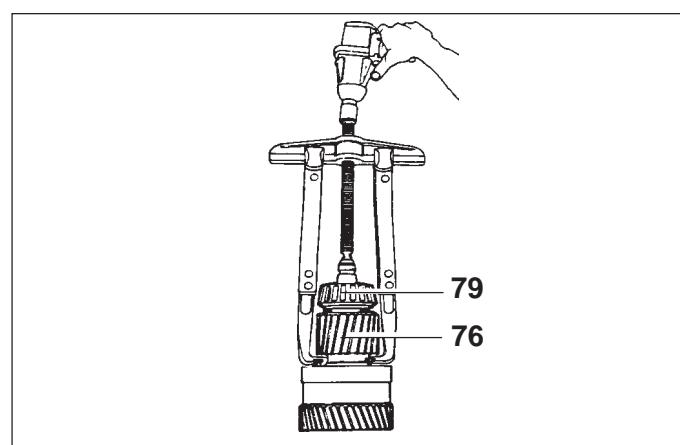
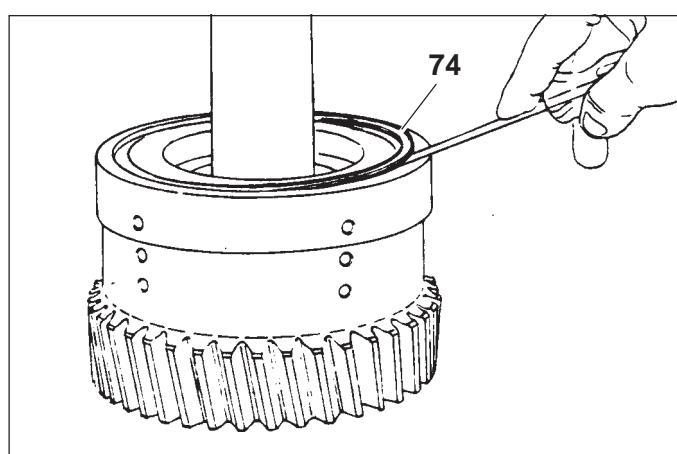

Fig. 18
Fig. 19
- 1) Togliere dalla loro sede i segmenti (81) che in fase di rimontaggio dovranno essere sostituiti con elementi nuovi.
- 2) Impegnare l'estrattore a griffe per esterno sull'estremità della dentatura (lato campane frizione), estrarre l'ingranaggio (76) e con esso il cuscinetto (79), la ralla (78) e il cuscinetto assiale (85-86 Fig. 18).
- 3) Sfilare dall'albero (48) i cuscinetti (83) e il distanziale (77).
- 4) Estrarre il cuscinetto (85), (86) e (87).
- 5) Con un cacciavite disimpegnare dalla cava l'anello di sicurezza (74 Fig.19).
- 1) Remove piston rings (81) from shaft, use new ones during re-assembly.
- 2) Remove clutch hub pinion gear (76), taper roller bearing (79) thrust washer (78) and axial bearing (85-86) by use of a suitable bearing puller (Fig.18).
- 3) Remove needle bearing (83) from shaft (48) and spacer (77).
- 4) Disassemble the tapered bearing (85), (86) and (87).
- 5) With a suitable screw driver release the retaining snap ring (74) from clutch housing gear (Fig. 19).